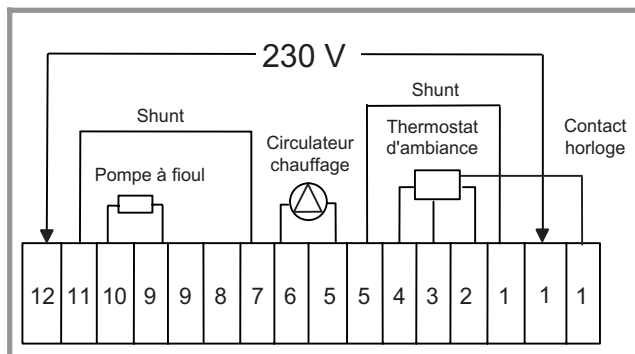

Fig. 11 - Connecteur extérieur (à gauche de la carte)
- Effectuer les raccordements suivant le schéma (fig. 11) :